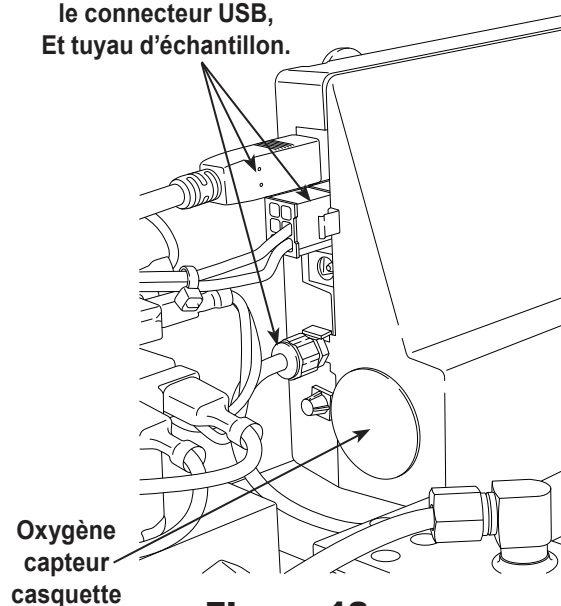

Figure 13
3. Débranchez le faisceau de câbles, le connecteur USB et le tuyau d'échantillon de l'identifiant. Voir figure 13.